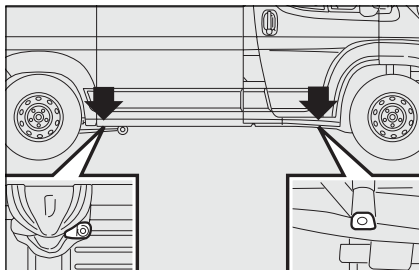

fig. 3
- zet de krik onder de kriksteun zo dicht mogelijk bij het te verwisselen wiel, bij de in **fig. 3** aangegeven punten. Bij uitvoeringen met korte wielbasis met uitschuifbaar opstapje, moet de krik ge-